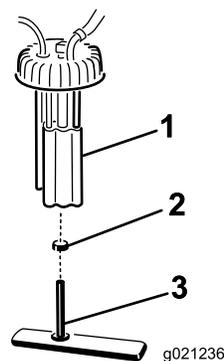

Figure 52
4. Retirez le bouchon de la pompe à carburant au sommet du réservoir de carburant (Figure 52).
5. Déposez la pompe à carburant et le filtre à carburant du réservoir (Figure 52).
6. Enlevez le collier qui fixe le flexible du filtre à carburant au raccord de la pompe à carburant. Débranchez le flexible du raccord (Figure 52).
2. Débranchez les connecteurs des faisceaux de câblage de la pompe à carburant (Figure 52).
3. Desserrez le collier et débranchez la conduite d'alimentation de la pompe à carburant (Figure 52).